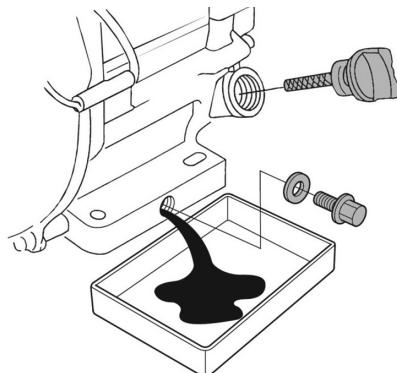

Рис. 20 Замена масла в двигателе
- Очистите от загрязнений зону вокруг маслозаливной горловины. Извлеките крышку-щуп из маслозаливной горловины (Рис. 20) и протрите щуп чистой ветошью.
- Открутите пробку для слива масла и слейте отработанное масло в подготовленную для этого емкость (Рис. 20).